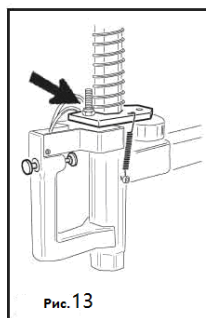

Рис. 13
- Если монтажная головка не фиксируется или не останавливается на высоте 2 мм над ободом, необходимо отрегулировать фиксирующую пластину, как показано на рис. 13.